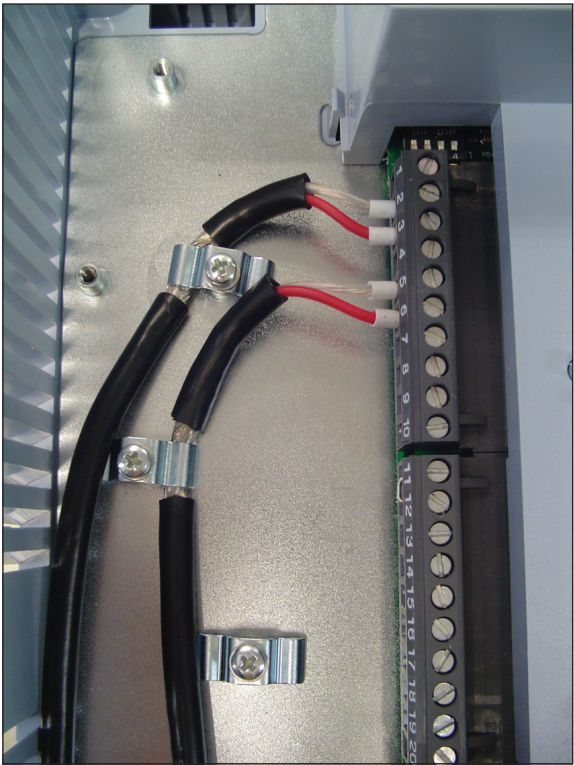

Figura 3.16 - Ejemplo de conexión del blindaje de los cables de control
4) La correcta conexión del blindaje de los cables es presentado en la figura 3.16.